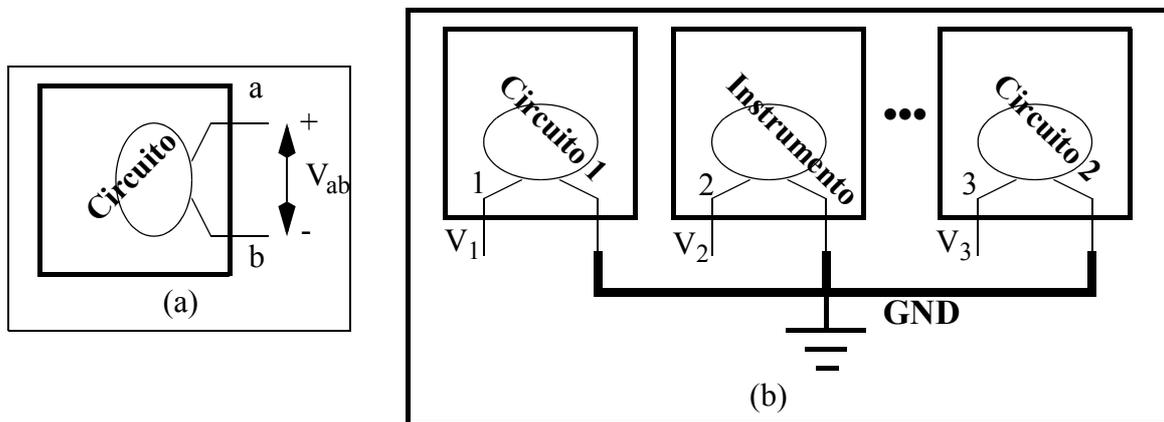

Figura 3: a) Diferencia de potencial; b) Masa y tensiones en un circuito
La principal señal eléctrica que se manejará es la **diferencia de potencial eléctrico o de voltaje** $V_{ab} = V_a - V_b$ (Figura 3.a), cuya unidad es el **voltio (V)**. En general manejaremos señales de sólo algunas unidades de V. Otras señales eléctricas como la intensidad (amperios, A), la carga (culombios, C),..., tienen una relevancia menor en este tipo de laboratorio.
Es muy importante disponer en los circuitos de una **referencia común** de voltaje. Para ello, el potencial en un punto o línea se toma como referencia de valor 0 V. Ese punto o línea se denomina **masa** o **tierra (GND, GrouND)**¹. Todas las masas del circuito y de los instrumentos tienen que estar conectadas entre sí (Figura 3.b). Si suponemos que el punto "b" es GND, la diferencia de potencial V_{ab} queda como $V_{ab} = V_a$ y nos referimos a ella como **tensión** (o voltaje o potencial) del punto "a". Así, en la Figura 3.b se dirá "la tensión V_1 " (V_2 o V_3), entendiéndose que estrictamente es la diferencia de potencial entre el punto 1 (2 o 3) y GND.